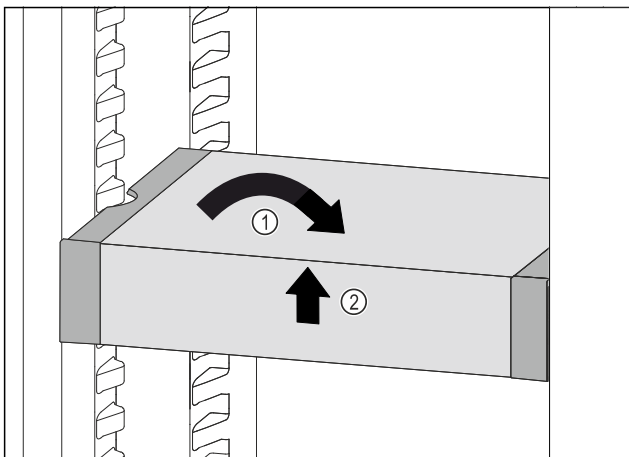

Fig. 172
- VarioSafe gerade stellen. Fig. 172 (1)
- VarioSafe vorne anheben. Fig. 172 (2)